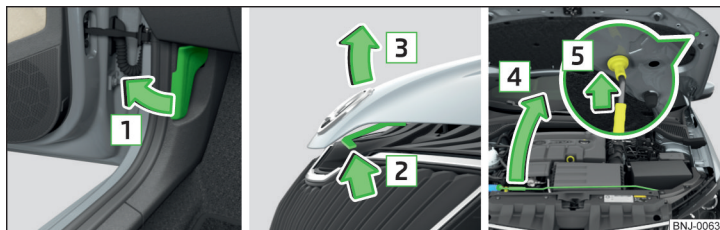

Fig. 257 Abrir el capó
- Abra la puerta delantera y tire de la palanca de desbloqueo ubicada debajo del tablero de instrumentos en el sentido de la flecha **1** » fig. 257.